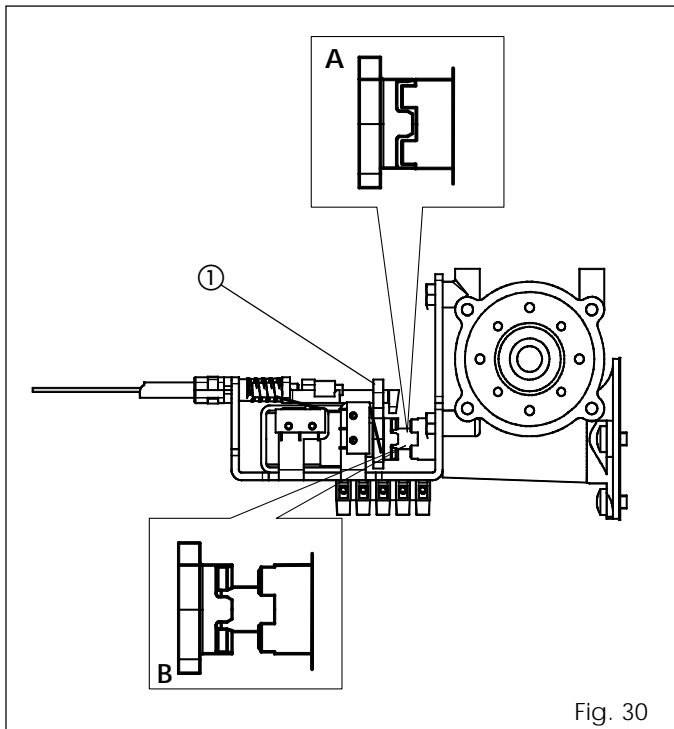
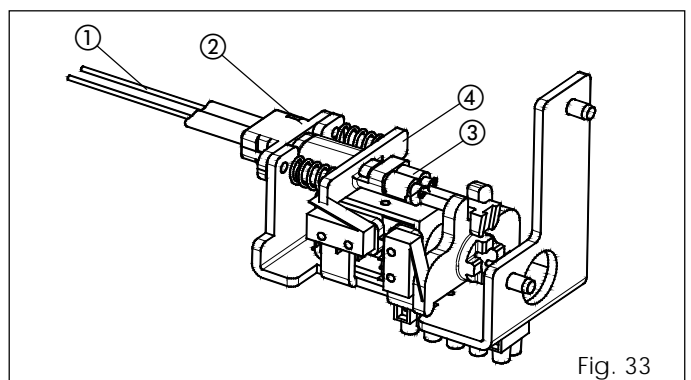

Fig. 30
Fig. 33
- Empuje manualmente la palanca (fig. 30 ref. ①) hacia el eje motor, comprobando que se engrane correctamente como se indica en la fig. 30 ref. A.
- Mueva la palanca (fig. 30 ref. ①) en sentido vertical y compruebe que haya juego entre el acoplamiento del eje motor y del bloqueo motor.
- Pase el cable (fig. 33 ref. ①) por el interior de la pieza ②, dejando la vaina hasta el tope.
- Introduzca el cable en el borne (fig. 33 ref. ③).
- Tire la pieza ④ hasta el tope (comprimiendo los muelles) y atornille el tornillo del borne ③ bloqueando el cable de acero.
- Compruebe que el acoplamiento del bloqueo motor esté libre del acoplamiento del eje motor (fig. 30 ref. B).